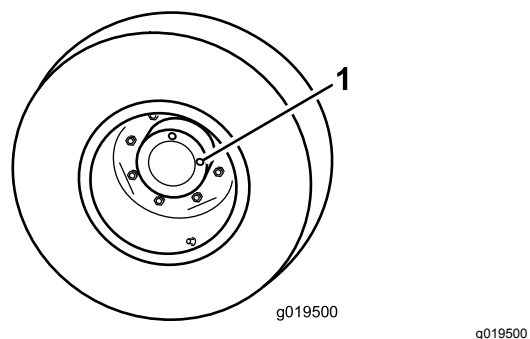

Figura 82
1. Com a máquina numa superfície plana, posicione a roda de forma a que 1 tampão de verificação fique na posição das 12 horas e o outro na das 3 horas (Figura 82).
2. Retire o tampão da posição das 3 horas (Figura 82).